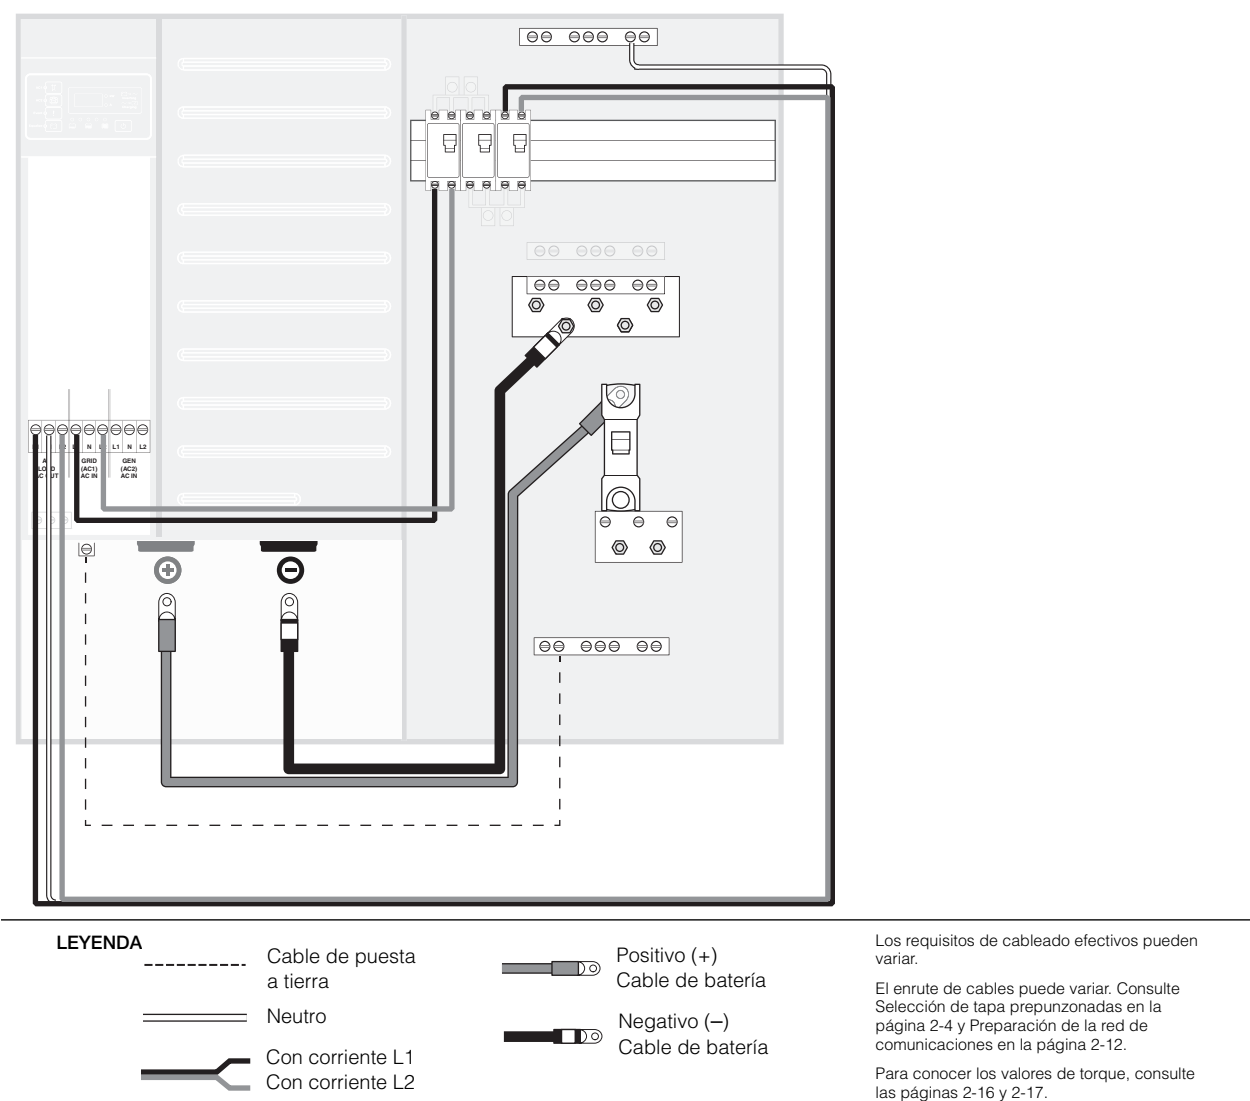

Figura 3-12 Conexión del Panel de distribución de energía de Conext XW+ al Inversor/cargador Conext XW+
1. En el Panel de distribución de energía (PDP) del Conext XW+, encuentre el cable marcado **SPLIT PHASE (INV1 N-LOAD) (fase partida)**, pre-instalado en el terminal N_LOAD de la barra de neutro. Conecte el cable **SPLIT PHASE (EINV1 N-LOAD)** al terminal de **N-LOAD (Carga de CA)** en el Inversor/cargador Conext XW+, como se muestra en la Figura 3-12 en las páginas 3–24.
- Si la red pública constituirá una de las fuentes de CA, conecte a los terminales **GRID (AC1) (L1-GRID, L2-GRID)** en el Inversor/cargador Conext XW+. (Consulte Figura 3-12 en las páginas 3–24).